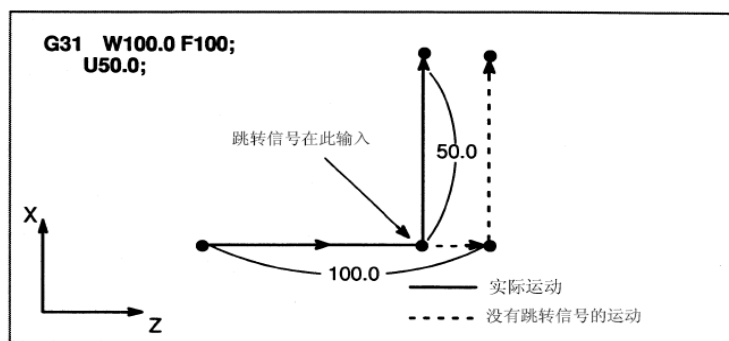

图3-51
- 1) G31的下一个程序段是增量坐标编程, 如图3-51所示。